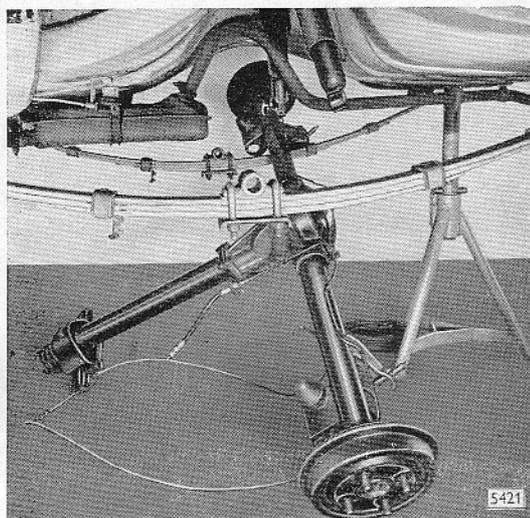

Bild B 15 - Hinterachse beim Ausbau auf einer Seite auf Boden abgelassen
7. Gelöste Achse nach einer Seite etwas herausziehen und auf der anderen Seite auf Boden ablassen (Bild B 15). Achse von Feder herunterheben und unter Wagen herausnehmen.